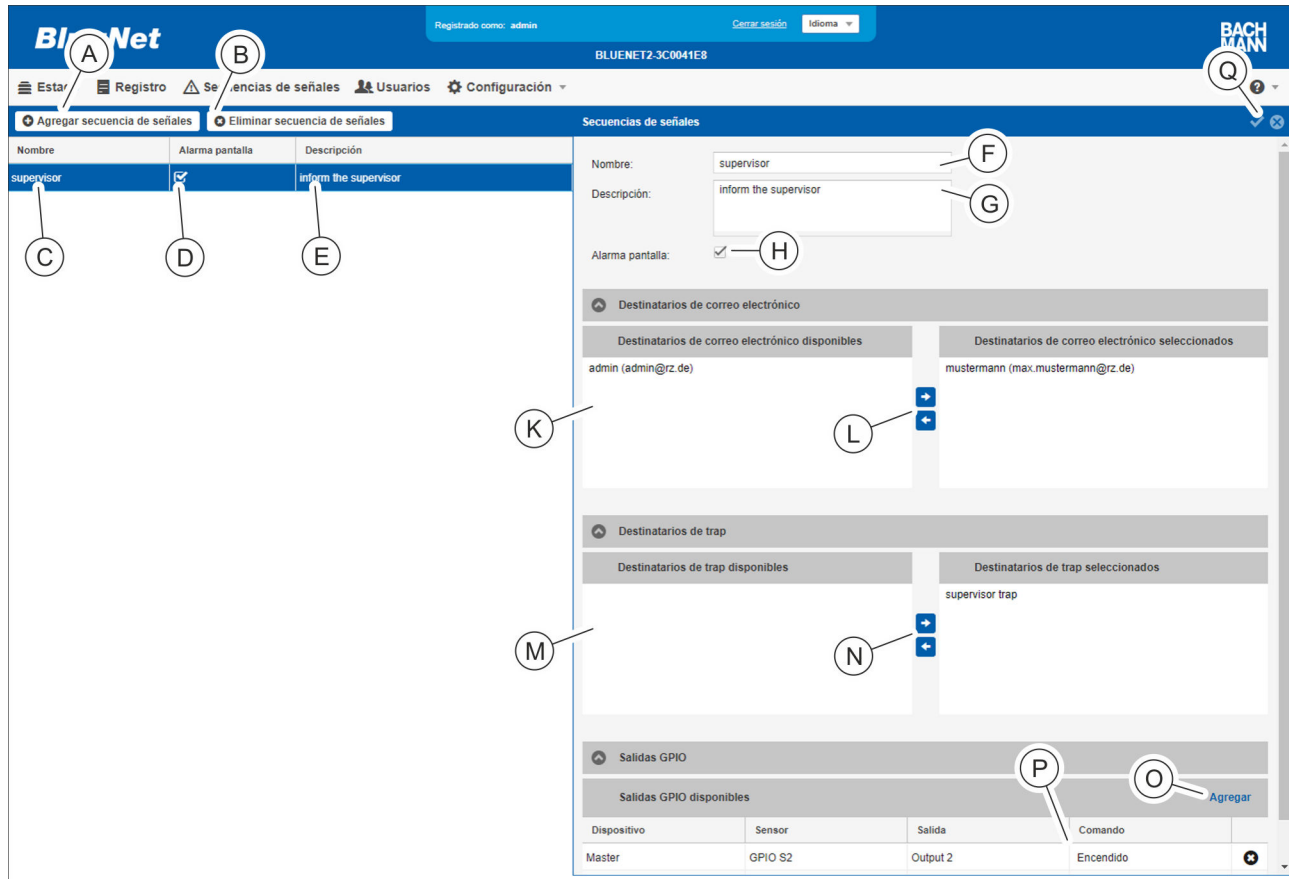

Fig. 124: Menú "Secuencias de señales"
2. ➤ Con el botón "Agregar secuencia de señales" (Fig. 124/Ⓐ), cree una nueva secuencia de señales.
Para modificar una secuencia de señales existente, seleccione la secuencia de señales correspondiente en la lista (Fig. 124/Ⓒ).
3. ➤ En el campo "Secuencias de señales", introduzca un nombre para la secuencia de señales (Fig. 124/Ⓔ).
4. ➤ En caso necesario, introduzca una descripción de la secuencia de señales (Fig. 124/Ⓢ).
5. ➤ En caso necesario, marque la casilla de verificación "Alarma pantalla" para que aparezca un mensaje de alarma en la pantalla de la PDU (Fig. 124/Ⓣ).
6. ➤ En el campo "Destinatarios de correo electrónico disponibles" (Fig. 124/Ⓚ), seleccione en caso necesario un destinatario para el mensaje de correo electrónico y arrástrelo con el botón ➡ hasta el campo "Destinatarios de correo electrónico seleccionados" (Fig. 124/Ⓛ).
7. ➤ En el campo "Destinatarios de trap disponibles" (Fig. 124/Ⓜ), seleccione en caso necesario un destinatario de trap y arrástrelo con el botón ➡ hasta el campo "Destinatarios de trap seleccionados" (Fig. 124/Ⓨ).
8. ➤ Si la secuencia de señales debe asociarse a una salida del módulo GPIO, seleccione el botón "Agregar" (Fig. 124/Ⓩ).
10. En caso necesario, seleccione en la lista la salida correspondiente y, con el menú de selección "ON"/"OFF" (Fig. 124/Ⓒ), determine si hay que conectar o desconectar el relé al emitirse la secuencia de señales.
11. Confirme la selección con el botón "Guardar" (Fig. 124/Ⓓ).
⇒ La secuencia de señales se ha creado (Fig. 124/Ⓔ).
i Para eliminar una secuencia de señales, seleccione la secuencia de señales que desee (Fig. 124/Ⓒ) y haga clic en el botón "Eliminar secuencia de señales" (Fig. 124/Ⓓ). A continuación, aparece un cuadro de diálogo con una pregunta que debe confirmarse.